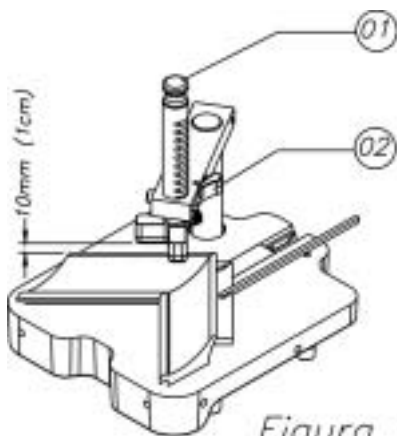

Figura 10
Recomenda-se que a distância entre o perfil e a haste pressionadora, figura 10 (01) seja aproximadamente 10mm (1cm) da parte mais alta do perfil, como mostra na figura 10.
- 1) Pressionar o botão figura 10 (02);
- 2) Posicionar a haste pressionadora figura 10 (01), (observar distância recomendada);
- 3) Soltar o botão figura 10 (02).
- ✓ Nunca coloque as mãos entre a haste pressionadora figura 10 (01) e a moldura, no momento do grampeamento.